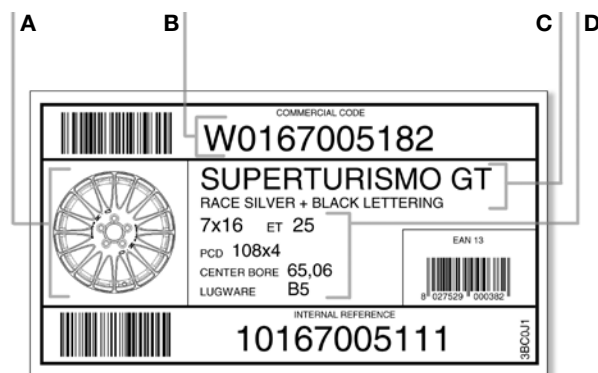

Fig. 1 - Identificazione
- Il materiale ricevuto corrisponda a quanto ordinato, controllando l'adesivo posto all'esterno della scatola (fig.1)